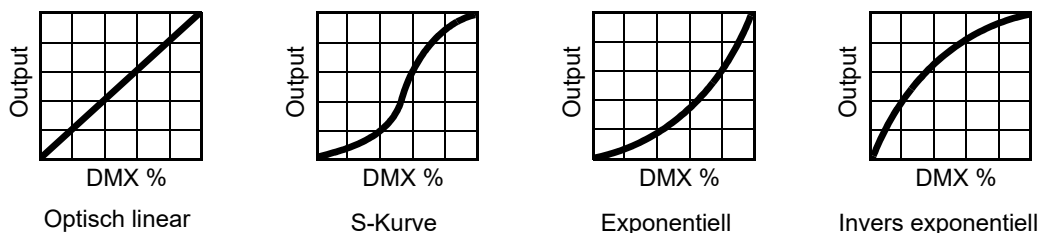

Bild 5: Dimmkurven
- DIMMER CURVE stellt vier Dimmkurven zur Verfügung (siehe Bild 5):